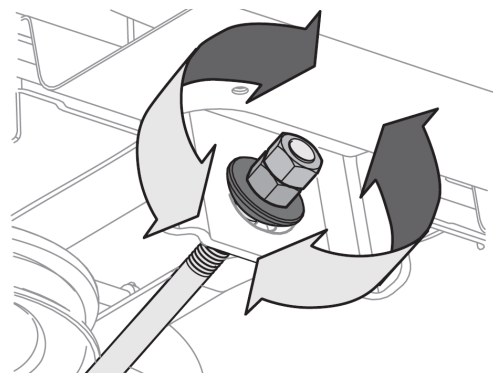

Figure 38
4. デッキの前面を持ち上げるには、外側のナットを緩めてから、内側のナットをフロントハンガーブラケットに締めます (内側にねじ込みます)。図38を参照してください。適切に調整されたら、外側のナットを25-30 ft-lbs (34 mm-40.7 N-m) で締め直します。
5. デッキの前面を下げるには、外側のナットを緩めてから、内側のナットを緩め (外側にねじ込み)、フロントハンガーブラケットから離します。図38を参照してください。適切に調整されたら、外側のナットを締め直します。